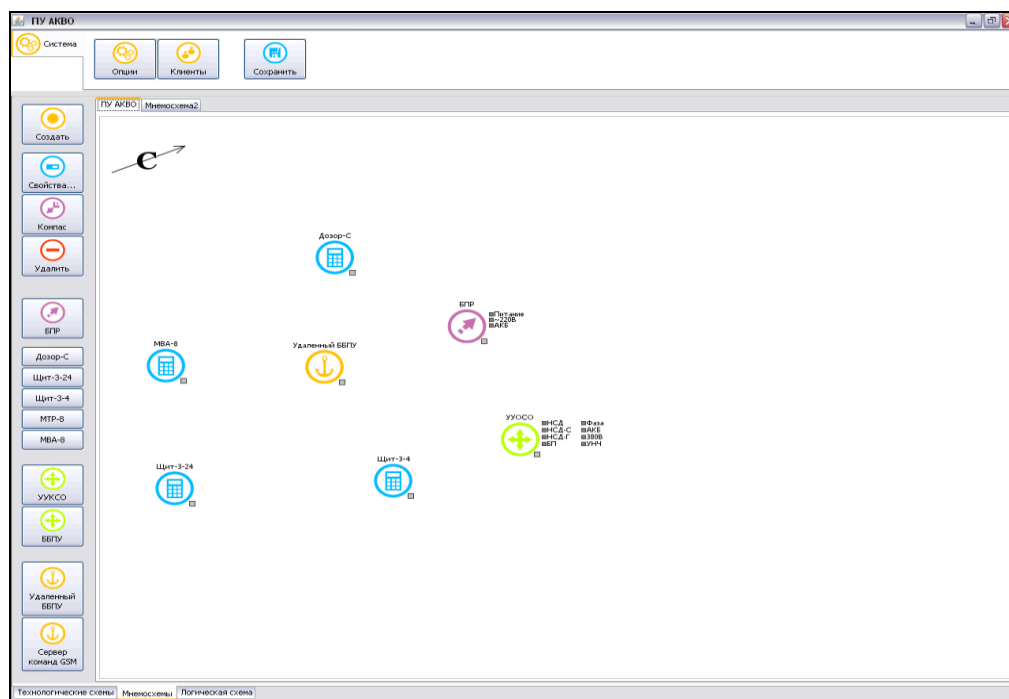

Рисунок 45 – Пример мнемосхемы с нанесенным значком УУОСО
– значок каждого УУОСО описывается набором индикаторов, показывающих состояние первичного и резервного питания (индикаторы питающего первичного напряжения УУОСО: «380», «220», напряжения аккумулятора: «АКБ»), наличие фаз питающего первичного напряжения: «Фаза»), несанкционированного доступа к оконечному устройству оповещения (НСД по вскрытию контейнера оконечного средства оповещения: «НСД»), НСД к кабелю питания сирены: «НСД-С» и НСД к громкоговорителям: «НСД-Г»), состояние усилителя низкой частоты «УНЧ» и состояние информационного соединения между УУОСО и пультом управления комплексом, см. рисунок 45.